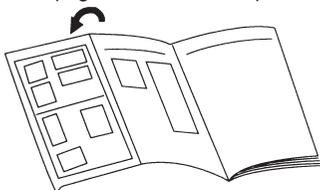

Fig. 6 Comando à distância
- 1 Pressione a tecla de ajuste da hora (CLOCK ADJUST) (Fig. 6 ⑳).**
- 2 Use as teclas TIMER SET (+/-) (Fig. 6 ㉑) para acertar o relógio.**
- 3 Prima novamente a tecla para ACERTAR O RELÓGIO (CLOCK ADJUST) (Fig. 6 ⑳).**